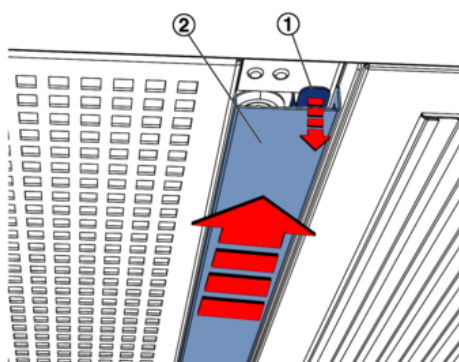

Abb. 77: Abdeckleiste lösen
1. ▶ An der Außenseite des Gerätes seitlich in die Abdeckleiste eingreifen und die Lasche (Abb. 77/1) nach unten drücken. Dann die Abdeckleiste nach außen schieben und abnehmen. Die Abdeckleiste für die spätere Montage so lagern, dass sie nicht beschädigt wird.